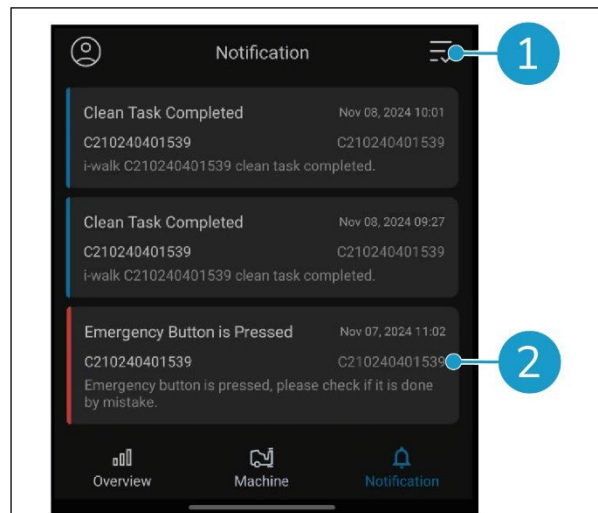

Figura 37
- Pulse el botón de la parte superior derecha (Figura 37, pos. 1) para marcar todos los informes actuales como leídos y eliminarlos de la vista.
- Pulse sobre una notificación concreta (Figura 37, pos. 2) para verla con más detalle.